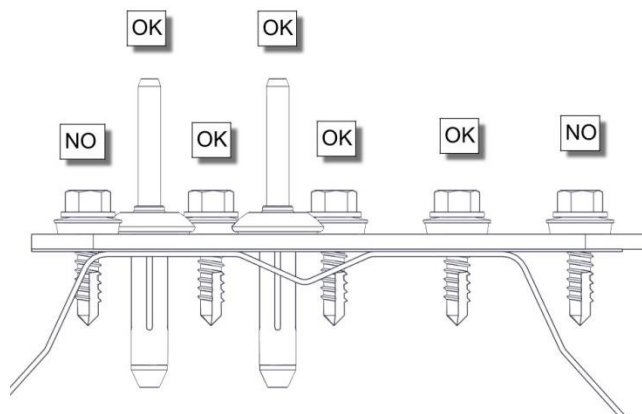
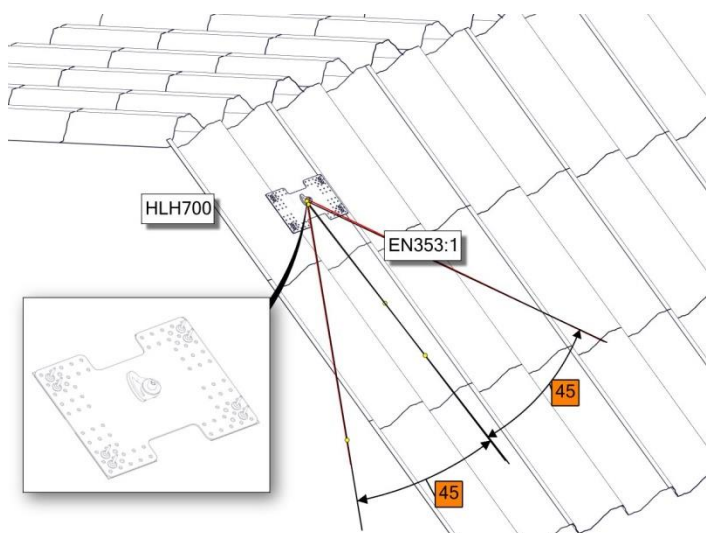

Rysunek 4. Ułożenie słupka wzdłuż i w poprzek fali blachy trapezowej.
Rysunek 6. Poprawność osadzenia wkrętów/nitów w blasze
- Sprawdzić kierunek montażu płyty w zależności od kierunku ułożenia fali blachy **Rysunek 4**
- Ustalić położenie punktu na falach blachy trapezowej **Rysunek 4** tak aby linia wkrętów lub nitów znajdowała się na płaskiej części blachy **Rysunek 6**